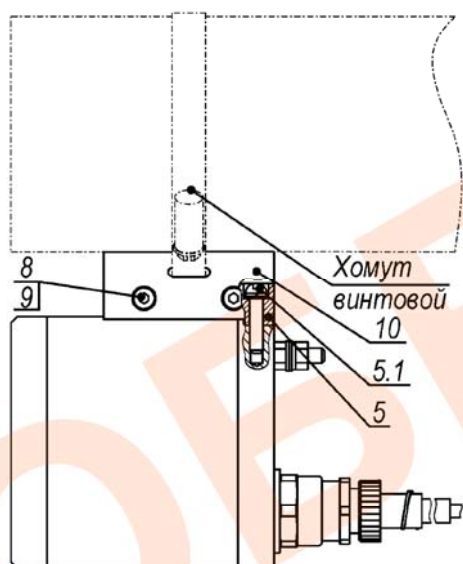

Рисунок 3 – Установка прожектора на видеокамеры других типов
1.3 Установка прожектора на видеокамеры других типов (рисунок 3):
- установить прожектор на скобу 10 (рисунок 3), используя комплект крепежа 8, 9 (рисунок 3);